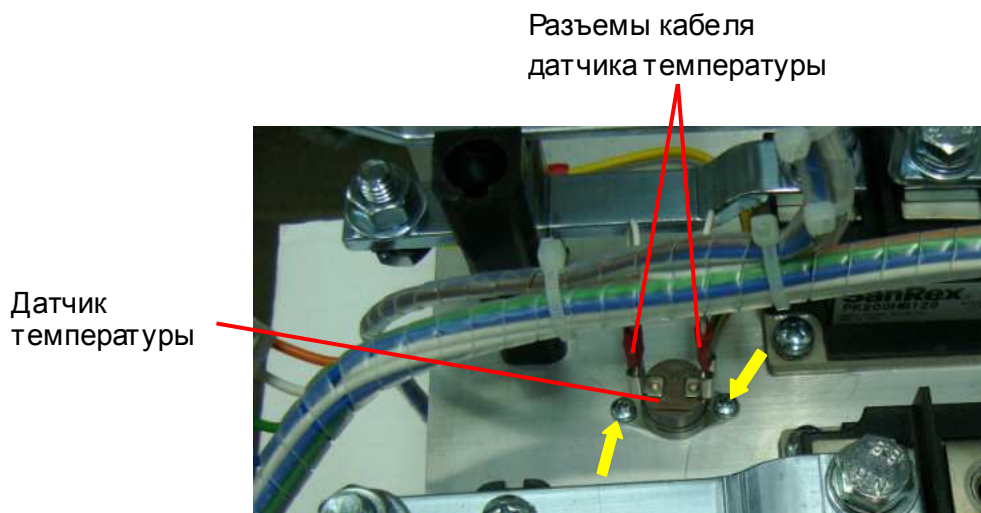

Рис. 7.11
7.3.3. Подсоединить к сетевому фильтру провода трансформатора, заземления и сетевые провода (рис. 7.11).
7.4.3. Установить датчик температуры на радиатор (рис. 7.11) и слегка притереть его. Вкрутить два винта крепления датчика температуры (рис. 7.11, желтые стрелки).
7.4.4. Подсоединить к контактам датчика разъемы кабеля датчика температуры (рис. 7.11).